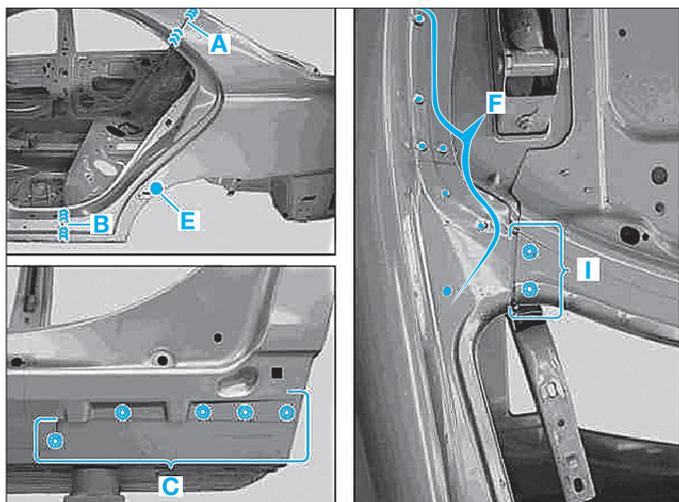

FIG. 85
- Souder en cordon continu sous protection gazeuse les zones (A) et (B) (Fig.85).
- Effectuer une finition à l'étain sur le cordon de soudure (A) (Fig.85).